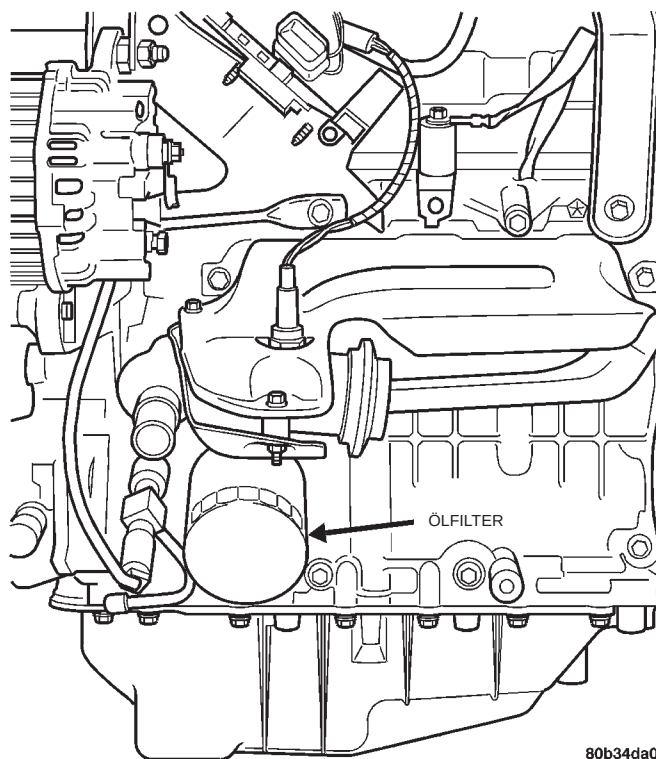

Abb. 91 Ölfilter
(1) Filter am Filterfuß mit Werkzeug C-4065 abschrauben und entsorgen (Abb. 91).
(2) Filterfuß säubern und die Dichtfläche prüfen.
(3) Dichtung des neuen Filters mit sauberem Motoröl schmieren.
(4) Filter montieren und mit einem Anzugsmoment von 20 N·m (15 ft. lbs.) festziehen, nachdem die Dichtung am Filterfuß zur Anlage kommt. Ggf. Filterschlüssel verwenden.
(5) Motor starten und auf Undichtigkeiten prüfen.